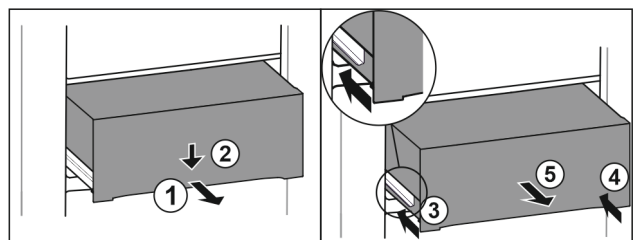

Fig. 169
- Estrarre il cassetto a metà. Fig. 169 (1)
- Premere il cassetto sul lato anteriore verso il basso. Fig. 169 (2)
- Spingere la guida sinistra di circa 2 cm verso l'interno. Fig. 169 (3)
- Spingere la guida destra di circa 2 cm verso l'interno. Fig. 169 (4)
- Rimuovere il cassetto tirandolo in avanti. Fig. 169 (5)